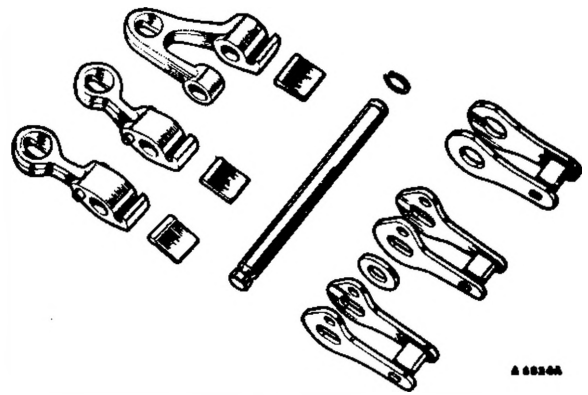

Fig. Fa. 59
9. Montare i montanti, le rondelle, le leve di reazione e le leve servo nell'ordine inverso rispetto a quello di scomposizione (Fig. Fa. 59 e 61).